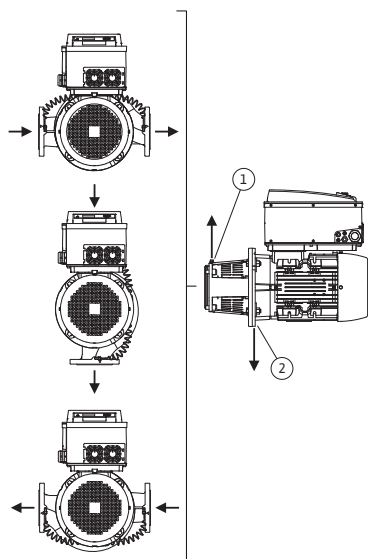
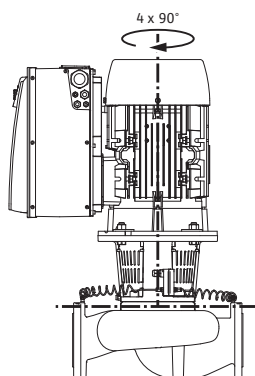

Fig. 18: Posições de instalação autorizadas com o veio do motor na horizontal
Fig. 19: Posições de instalação autorizadas com o veio do motor na vertical
As posições de instalação autorizadas com o veio do motor na horizontal e o módulo electrónico virado para cima (0°) estão representadas na fig. 18. Não estão representadas as posições de instalação autorizadas com módulo electrónico montado lateralmente (+/- 90°). São autorizadas todas as posições de instalação excepto “Módulo electrónico virado para baixo” (- 180°). A ventilação da bomba só pode ser garantida se a válvula de ventilação estiver virada para cima (Fig. 18, pos. 1).
Apenas esta posição (0°) permite que o condensado acumulado seja escoado por um orifício existente, lanterna da bomba ou motor (fig. 18, pos. 2).
As posições de instalação autorizadas com o veio do motor na vertical estão representadas na fig. 19. São autorizadas todas as posições de instalação excepto “Motor para baixo”.
- A válvula de ventilação na lanterna (Fig. 6, pos. 1.31) tem de estar sempre virada para cima, com o eixo do motor na horizontal (Fig. 12). Com o eixo do motor na vertical, qualquer orientação é admitida. Para isso, ver também Fig. 18: “Posições de instalação autorizadas com o veio do motor na horizontal” na página 269 ou Fig. 19: “Posições de instalação autorizadas com o veio do motor na vertical” na página 269.
- No caso do eixo de motor horizontal, o furo para água de condensação deve estar virado para baixo (fig. 18, pos.2). Se necessário, rodar o motor.